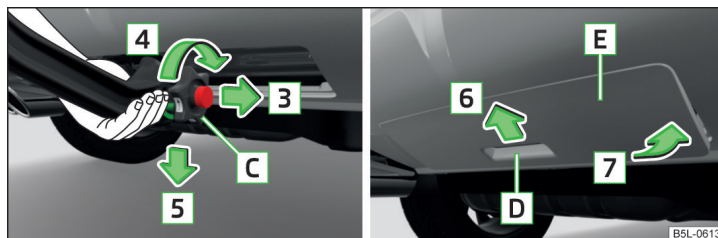

Fig. 150 Desprinderea tijei cuplei / așezați clapeta pe bara de protecție spate
- Apucați tija cuplei **din partea de jos** iar cu cealaltă mână trageți roțița **C** în sensul săgeții **3** » fig. 150.
- Prindeți capacul de protecție de la bara de protecție spate **E** » fig. 150 de mânerul **D** și așezați-l în sensul săgeții **6** pe cârligele de sub marginea superioară a barei de protecție.